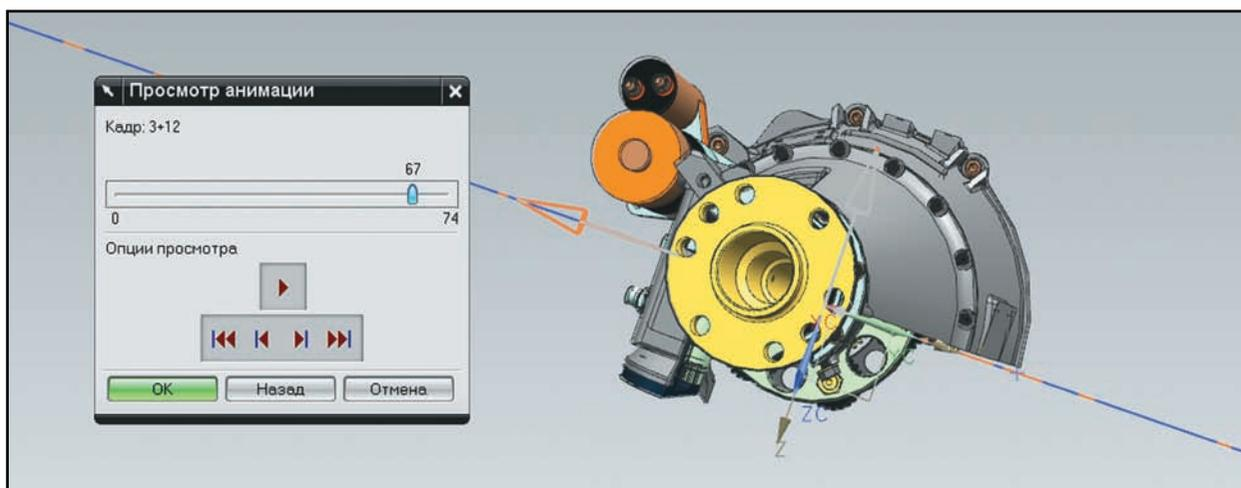

Рисунок 11.36. Предварительный просмотр анимации
- Нажмите кнопку **Просмотр анимации (Preview Animation)** для предварительного просмотра получаемой анимации. Если какие-то части анимации не соответствуют ожиданиям, то необходимо вернуться в диалог редактирования ключевых кадров и отредактировать их (рис. 11.36).